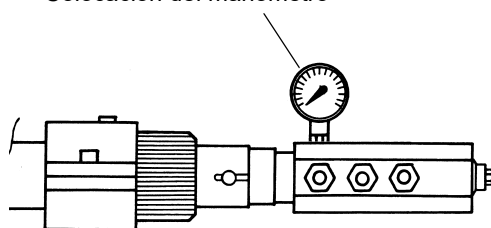

Fig. 6
- 5 La presión de alimentación de la boquilla ya es previamente calibrada en fábrica y no debe ser modificada. Sólo si fuera necesario, regular la presión de alimentación (véase apartado correspondiente) de la siguiente manera: colocar un manómetro en la posición indicada en Fig. 6 intervenir en el tornillo de regulación **VR** de la bomba (véase Fig. 5) hasta obtener una presión en la boquilla igual a 20 bar (boquillas Monarch o boquillas Bergonzo – véanse gráficos en pag. 43-34)